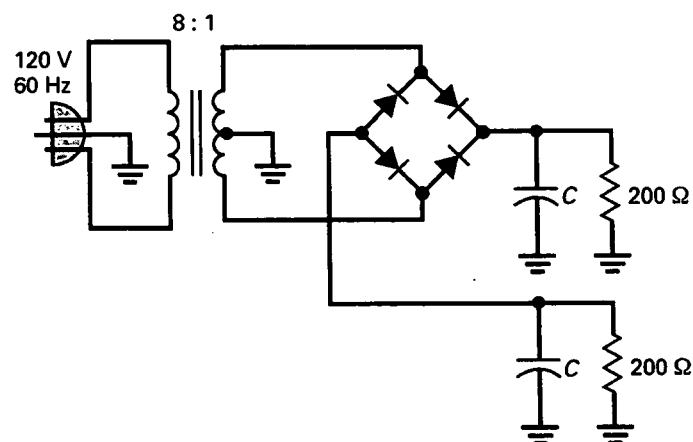

Figura 4-45
- 4-42. La fuente de alimentación de la Figura 4-45 tiene dos tensiones de salida. ¿Cuáles son sus valores aproximados?
4-43. Una resistencia inicial de $4,7 \Omega$ se añade a la Figura 4-45. ¿Cuál es el valor máximo posible para la corriente inicial?